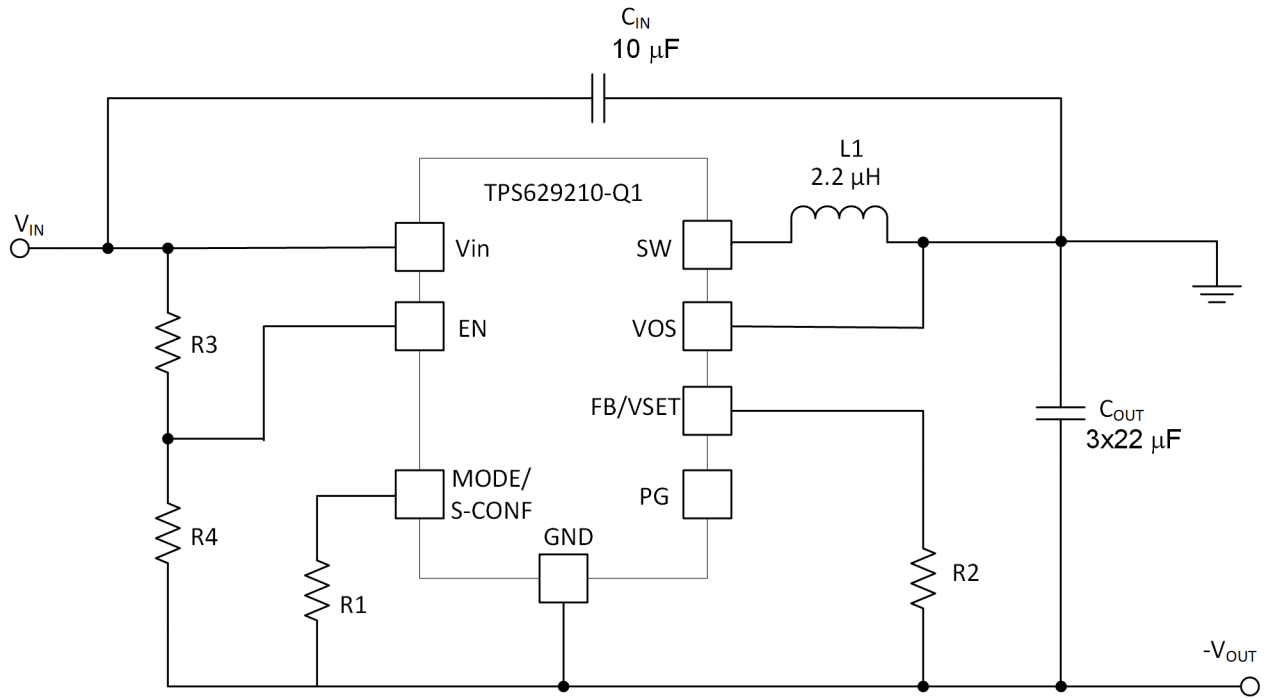
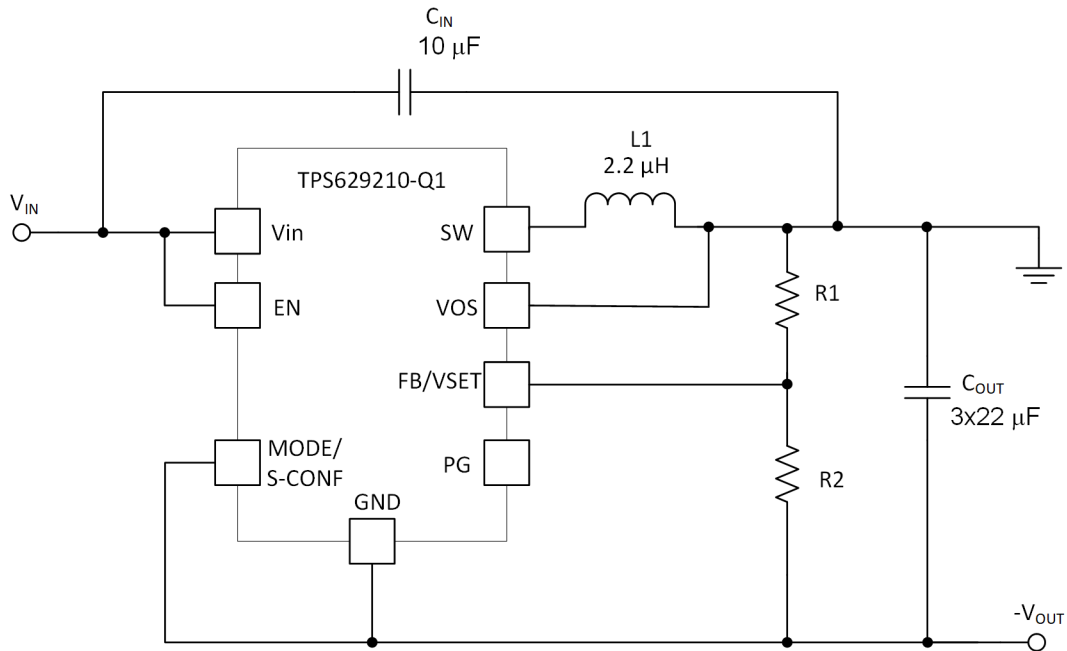

图 2-2. 带分压器的 EN 引脚
图 2-3. 具有 2.5MHz 开关频率和自动 PFM/PWM 的外部反馈
如果不需要系统启用和禁用 TPS629210-Q1，则 EN 引脚可以直接连接到  $V_{IN}$  或连接到  $V_{IN}$  的分压器。我们强烈建议在  $V_{IN}$  和 EN 引脚之间添加一个分压器占位符 (R3/R4)，如图 2-2 所示。推荐  $R3:R4 \geq 2:1$  比，以确保 EN > 1V 之前  $V_{IN} > 2.85V$ ，器件的内部电路在 EN 完全启用之前已准备好。UVLO 和 EN 下降阈值与  $-V_{OUT}$  (而非 GND) 有关。例如，UVLO 下降 =  $2.75V + V_{OUT}$ ，EN 下降 =  $0.9V + V_{OUT}$ 。其中  $V_{OUT}$  为负值。客户可根据实际应用调整分压器 R3/R4 比率。这是消除任何启动和关断相关问题的可靠解决方案。
TPS629210-Q1 具有一个 MODE/S-CONF 引脚，可用于自定义器件行为。请参阅图 2-2 和图 2-3 中的原理图
- 图 2-3 所示的外部反馈配置，其中 MODE/S-CONF 引脚可直接连接到  $-V_{OUT}$ ，以配置为 2.5MHz 开关频率、带 AEE 的自动 PFM/PWM，启用输出放电。